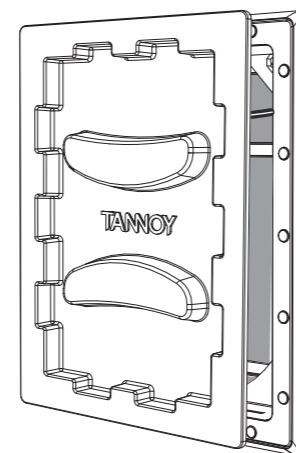

Fig. 12. Adding the Paint Mask to the Frame
2. Druk het verfmasker in het frame, waar het op zijn plaats wordt gehouden door magneten (Fig. 12). Deze wordt op zijn plaats gelaten terwijl de muur en de omliggende omgeving van het frame worden geverfd en totdat de luidspreker klaar is om te worden geïnstalleerd.